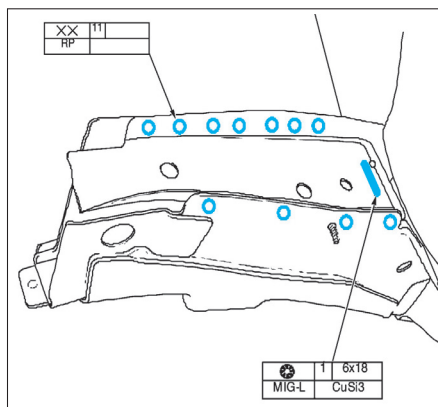

FIG. 30
- Percer 1 trou oblong de 6x18 mm dans la tôle de fermeture supérieure de la partie arrière (fig. 30).